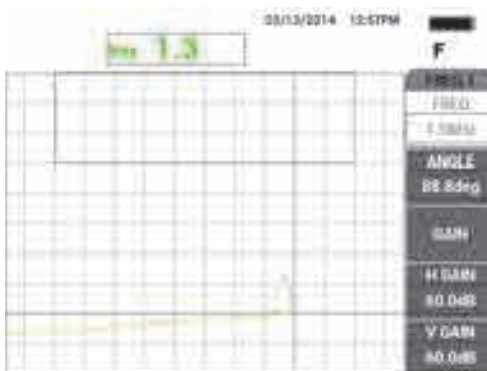

Рис. 5-91 Сканирование конусного участка
- Нажмите клавишу ERASE (), затем медленно просканируйте конусный участок; после завершения сканирования нажмите клавишу FREEZE (). Пример сканирования конусного участка показан на Рис. 5-91 на стр. 197.